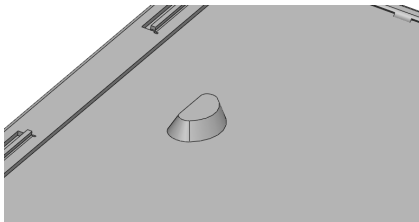

图 13-87 创建拉伸特征
(18) 单击【拉伸凸台/基体】按钮, 选取草图对象, 弹出【凸台-拉伸】属性管理器, 单击【反向】按钮, 设置【深度】为 14、【拔模角度】为 26, 单击【确定】按钮, 创建拉伸特征, 如图 13-87 所示。